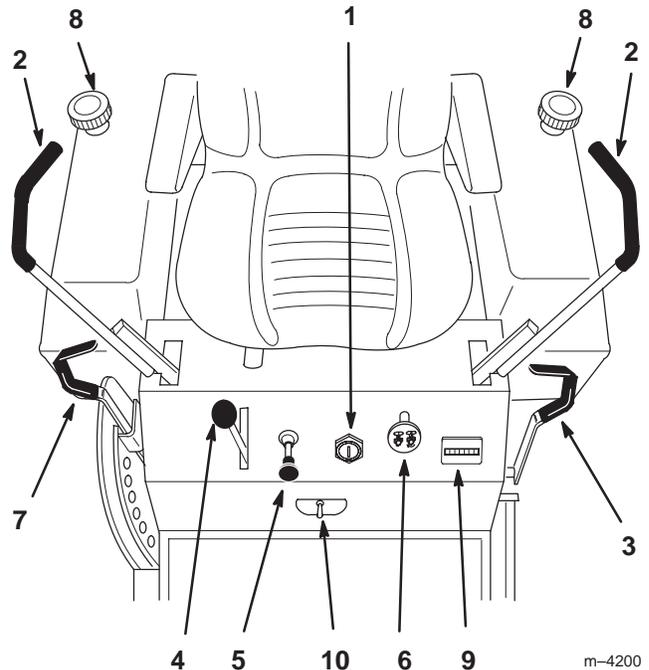

Bild 9
Machen Sie sich mit den Bedienungselementen (Bild 9) vertraut, bevor Sie den Motor anlassen oder die Maschine einsetzen.
1. Stellen Sie die Fahrtriebshebel (Bild 9) in die Neutralsperrstellung.